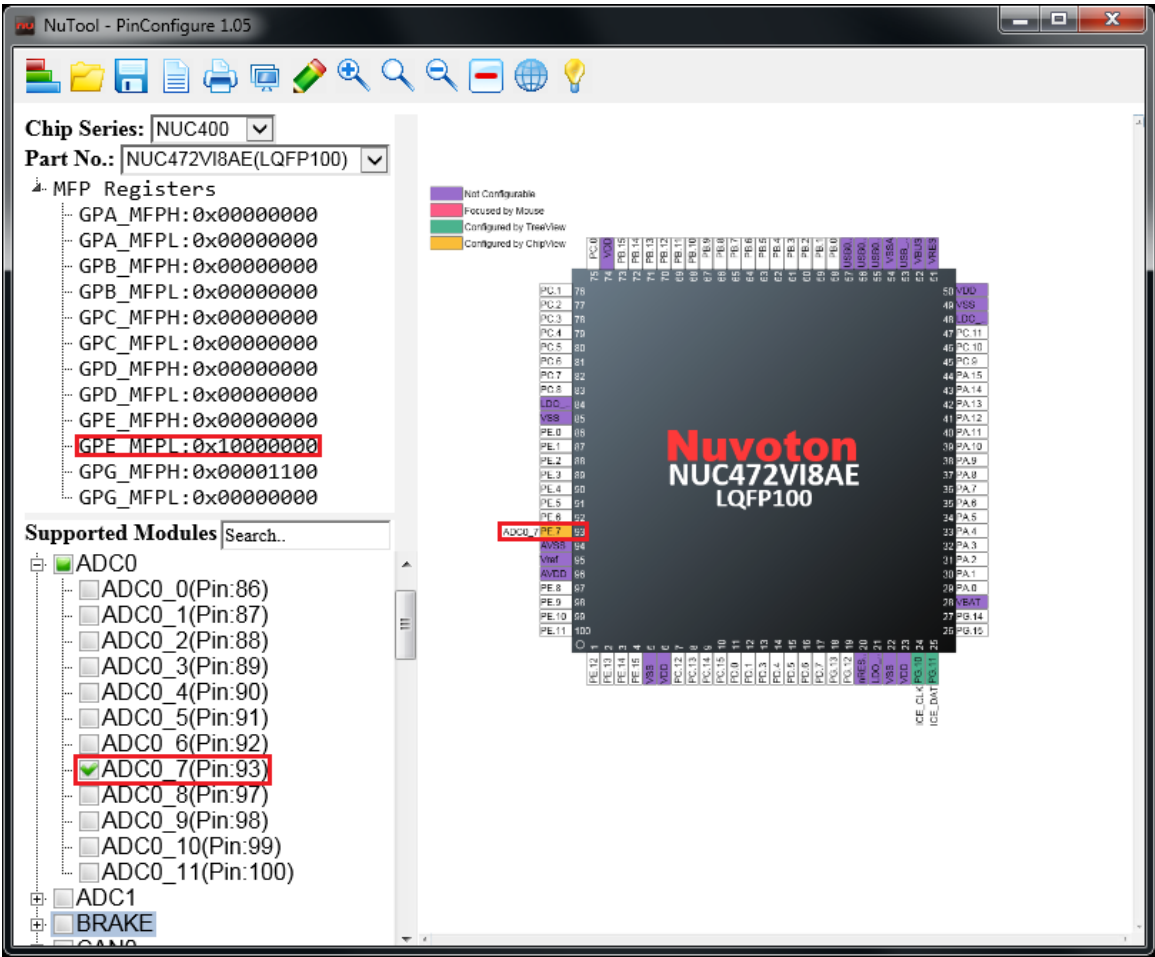

图 3-9 通过个别管脚设置 ADC0\_7 的结果
2. 移动鼠标到选项中，并且点击想要的功能。单独的管脚设定完成之后，此时在树状图与 MFP 寄存器也会同步更新(参照图 3-9)。